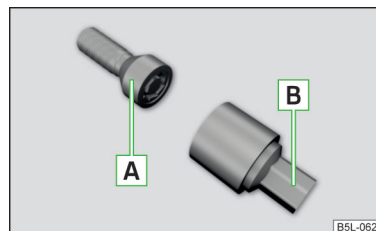

Abb. 225
Die Anti-Diebstahl-Radschrauben schützen die Räder vor einem Diebstahl. Diese können nur mithilfe des Adapters B » Abb. 225 gelöst bzw. festgezogen werden.
- › Den Adapter **B** » Abb. 225 mit der verzahnten Seite bis zum Anschlag in die innere Verzahnung im Kopf der Anti-Diebstahl-Radschraube **A** stecken.